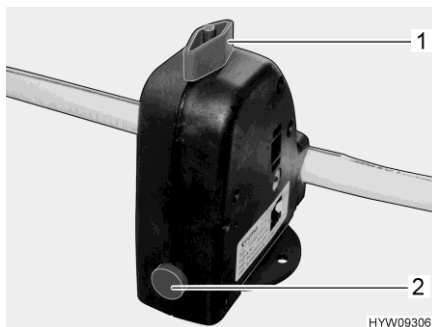

Fig. 97 Válvula de seguridad/purga (Truma)
- Cerrar la válvula de seguridad/purga (Fig. 97). Para ello, girar el botón giratorio (Fig. 97,1) a la posición transversal en referencia a la válvula de seguridad/purga y hundir el botón (Fig. 97,2). La válvula de seguridad/purga está instalada debajo del banco delante de la calefacción. A temperaturas inferiores a 6 °C, la válvula de seguridad/purga no se deja cerrar.